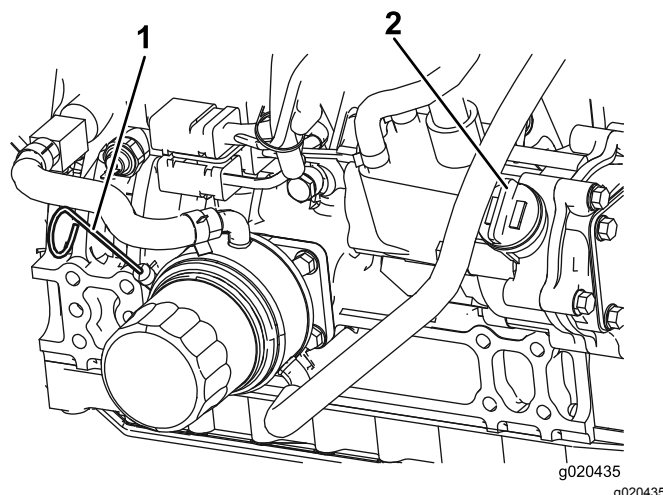

Figura 59
3. Togliete l'asta di livello, pulitela strofinandola, rimettetela nel tubo ed estraetela di nuovo. Il livello dell'olio deve essere tra la tacca "Full" (pieno) e quella "Add" (aggiunta) (Figura 59).
- Se il livello dell'olio è basso, rimuovete il tappo di riempimento (Figura 59) e aggiungete olio fino a quando il livello non è compreso tra la tacca "Full" (pieno) e quella "Add" (aggiunta). **Non riempite troppo.**